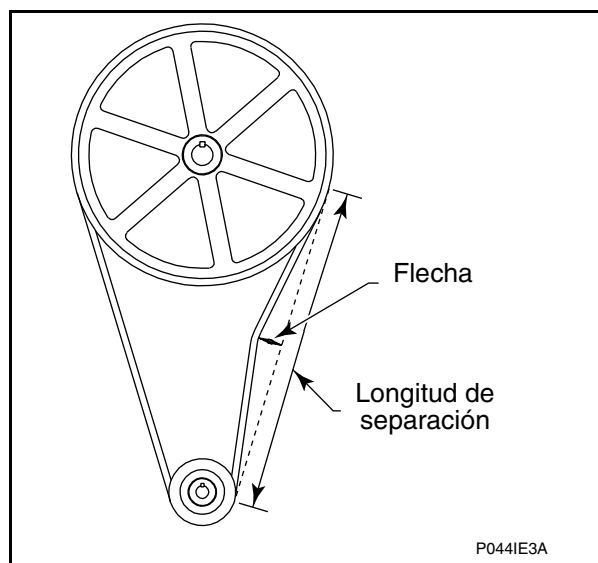

Figura 19
- **Flecha.** Vea la Figura 19. Afloje los pernos de montaje del motor y deslice el motor a lo largo de la placa del motor para cambiar la longitud de separación de la correa. Se deben medir las tensiones de la correa tan cerca del centro de la longitud de separación de la correa como sea posible. Para cada pulgada de longitud de separación, la correa debe flexionarse 0,40 mm (1/64 pulgada). Así, una correa con una longitud de separación de 50 pulgadas debe flexionarse 19,84 mm (50/64 pulgada). Se debe usar una fuerza inicial (marcha) de 5,25 libras para ajustar la tensión de la correa. Se debe usar una fuerza de operación (normal) de 3,5 libras después de que se haya operado la lavadora extractora durante unas cuantas horas.